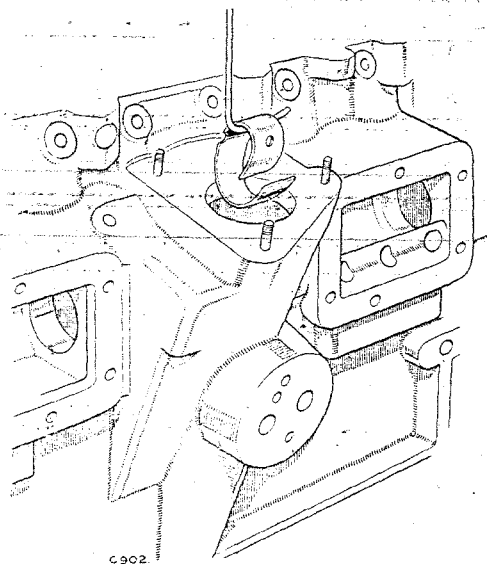

Fig. A-110—Para retirar el cojinete interior del árbol de levas.
3. El cojinete delantero intermedio se retira punzonándolo en la cámara de transmisión del distribuidor, empleando la misma herramienta, pero se tendrá que flexionar antes de retirarla de la abertura de transmisión según ilustrado en Fig. A-110.